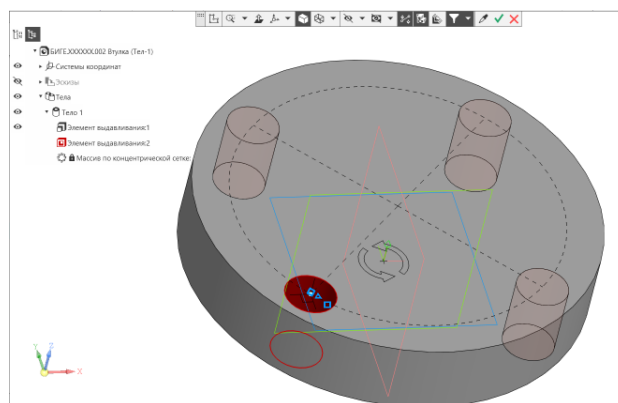

Рис. 17 Команда «Массив по концентрической сетке»
- **Твердотельное моделирование – Массив, копирование – Массив по concentric сетке.** Параметры операции: элемент массива – Элемент выдавливания 2 (отверстие); Ось массива – ось Z; количество элементов – 4; угол – 360^0 (рис. 17).